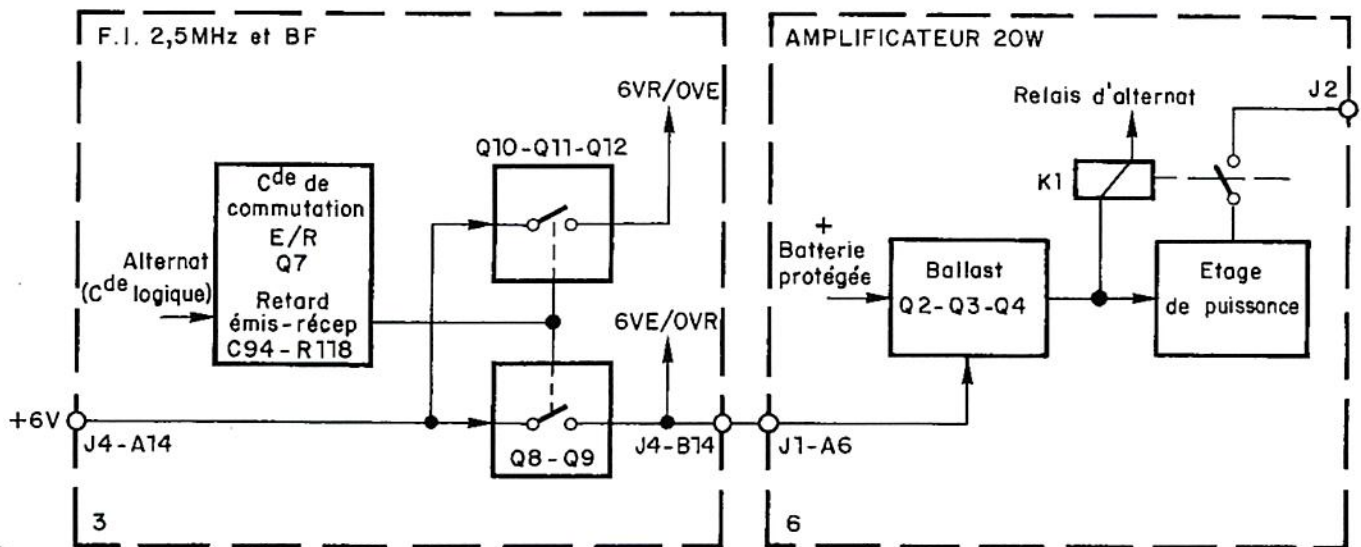

Fig. 2-9 Schéma synoptique simplifié de la commutation émission-réception
2.5.3.1 - Commutations émission-réception (fig. 2-9 et PL.4)